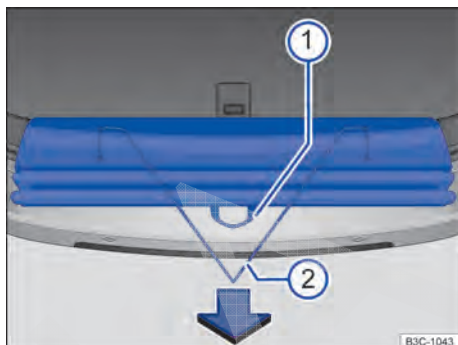

Fig. 108 No compartimento de bagagem: desdobrar e dobrar o pano de proteção.
- Puxar o pano de proteção pela tira ⇒ **Fig. 108** ① no sentido da seta por cima do para-choque traseiro.